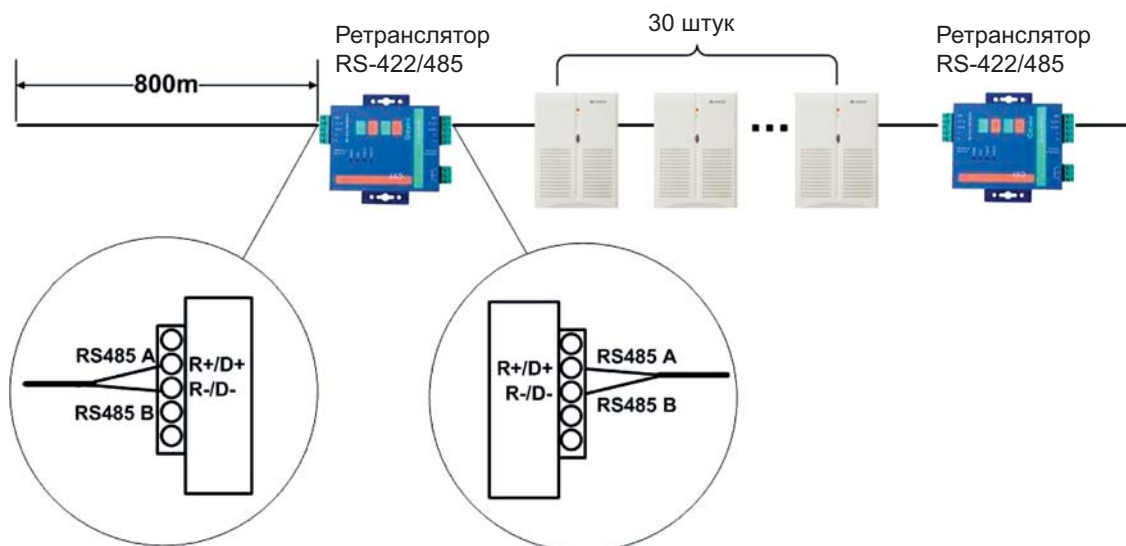

Рис. 7.13
7.4.4 Если длина кабеля управления более 1000 м необходимо через каждые 800 м устанавливать ретранслятор (Repeater) (см. схему рис. 7.13).